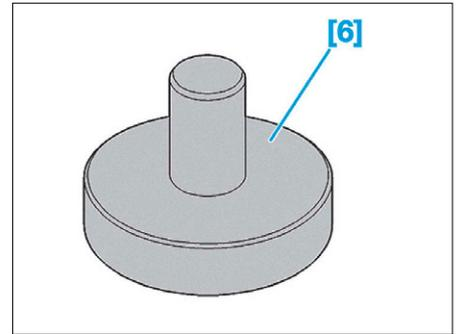

FIG. 59
- [6]. Tampon d'emmanchement de la cible d'antiblocage de roue arrière (réf : 0819) (Fig.59).